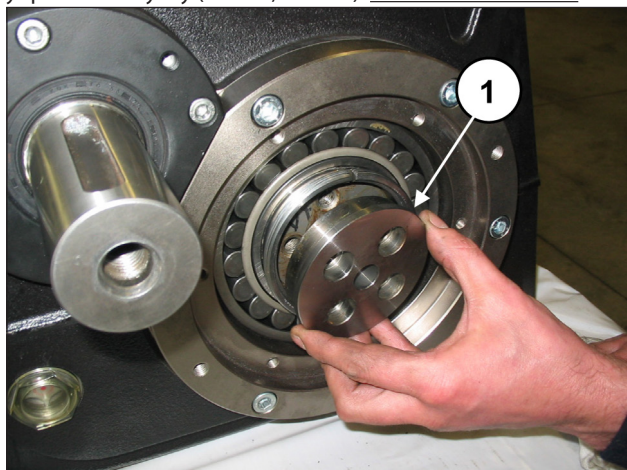

Рис. 79
Вставьте фиксирующие фланцы втулки в конусные втулки (поз. ①, Рис. 79).